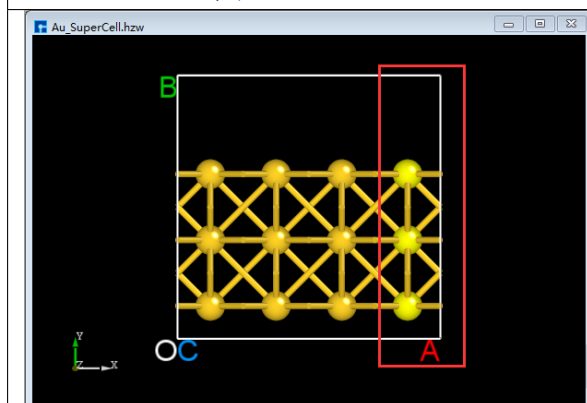
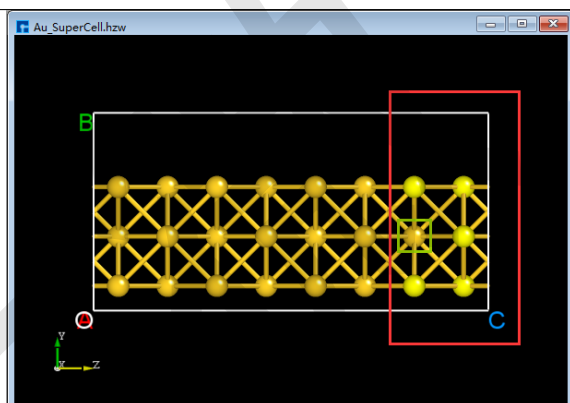
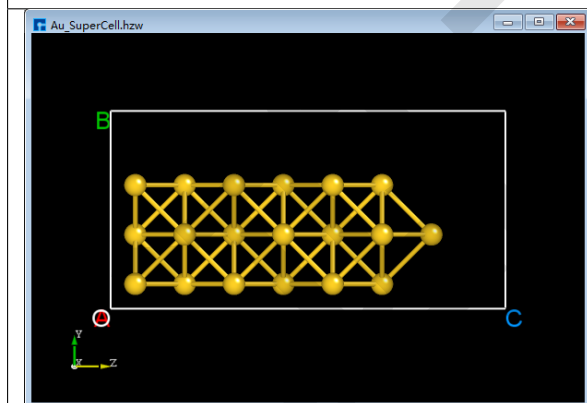
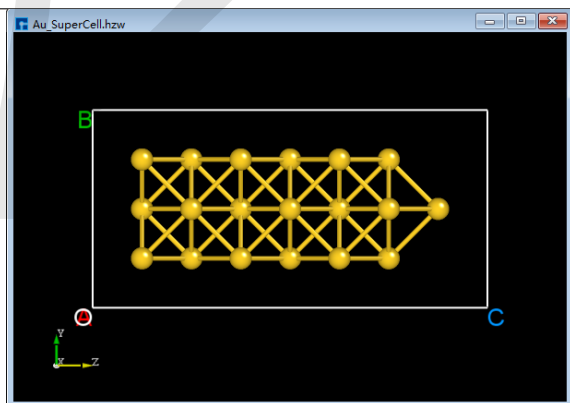

图 5.43: (c)
图 5.44: (d)
图 5.45: (e)
图 5.46: (f)
(2) 点击 Toolbars 上的 *3D Viewer zy View* 快捷图标右侧的下拉按钮，选中 *xy View* 则由 *zy* 面切换为 *xy* 面如 图 5.43 (c) 所示，用鼠标框选 图 5.43 (c) 中红色框部分，点击 Toolbars 上的 *Delete Atom* 快捷图标或点击键盘 *Delete* 键删除选中的原子。删除后，点击 Toolbars 上的 *3D Viewer zy View* 快捷图标切换回 *zy* 面如 图 5.44 (d) 所示。首先，鼠标框选 图 5.44 (d) 中的红色框部分；其次，按住键盘 *Ctrl* 键，同时鼠标点击 图 5.44 (d) 中的绿色框部分；最后，点击 Toolbars 上的 *Delete Atom* 快捷图标或点击键盘中 *Delete* 键删除选中的原子，删除后如 图 5.45 (e) 所示。
(3) 在 图 5.45 (e) 的情况下，点击 Toolbars 上的 *Center* 快捷图标则可将结构中所有原子作为整体在晶格单元中居中对齐，居中对齐后如 图 5.46 (f) 所示。做完上述一些列操作，此时结构文件 *Au_SuperCell.hzw* 即 *Au_SuperCell* 超胞，其结构的 3D 视图如 图 5.46 (f) 所示。